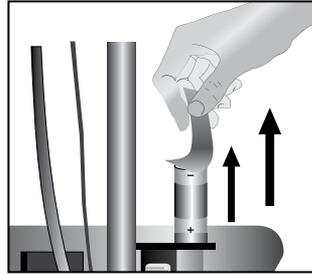

Figura 38
- Retire la batería descargada (puede emplearse cualquier material adhesivo para halarlo), (Ver figura 38).